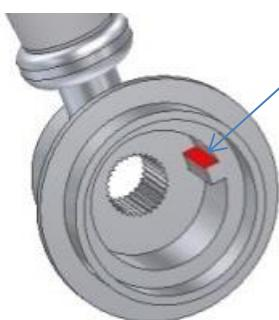

FIG 3
3. Replacez la poignée ou l'anneau de butée en laiton (figures 3 ou 4) contre la patte de fixation de la cartouche afin d'arrêter la rotation de la poignée ou de l'anneau de butée dans le sens horaire. Le réglage de l'arrêt de l'écoulement est ainsi terminé.